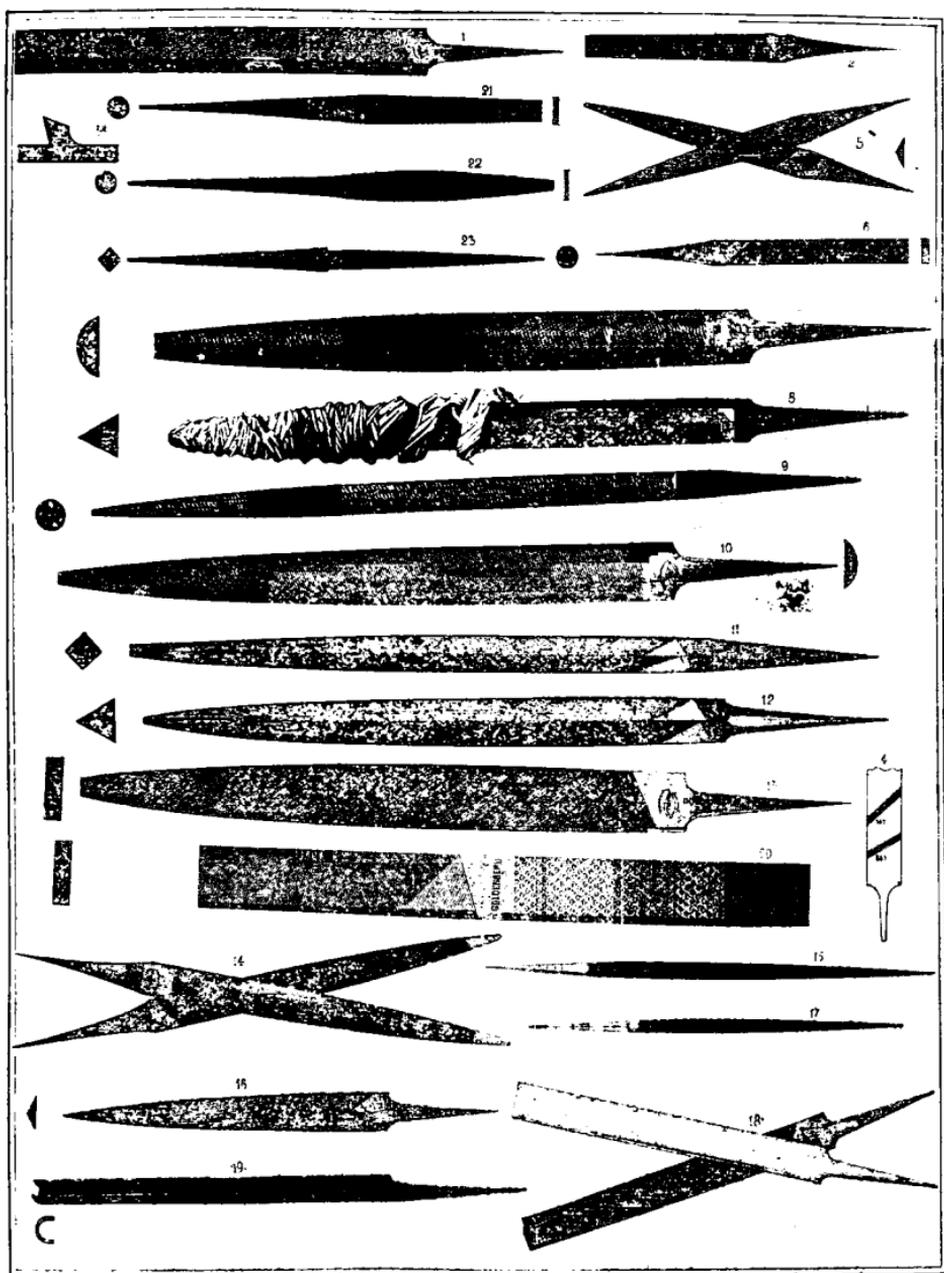
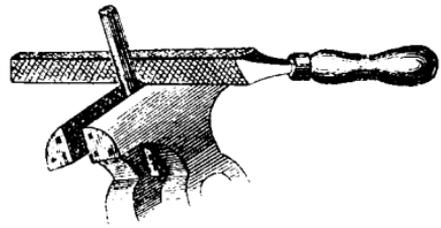

Рис. 33. Напилки.
Рис. 34.
Напилки бываютъ самой различной формы и величины и съ различной насѣчкой. Напилки съ самой крупной насѣчкой называются *драчевыми* (рис. 33, №№ 20—23). Они употребляются только для перваго, самаго грубаго опилованія металла. Драчевые напилки бываютъ иногда очень большіе и тяжелые, но для твоихъ цѣлей не нужно брать напилка длиннѣе 10 дюймовъ.
За драчевымъ напилкомъ идутъ напилки съ *средней насѣчкой*, длиною 6—8 дюймовъ (рис. 33, №№ 7—9). Они бываютъ различной формы: плоскіе, квадратные, полукруглые, круглые и трехгранные. На рисункѣ около каждого напилка показана форма его поперечнаго сѣченія. Для различныхъ работъ требуется то та, то другая форма напилка. У четырехгранныхъ напилковъ насѣчку дѣлаютъ иногда на всѣхъ четырехъ сторонахъ, а иногда только на трехъ. Если нужно опилить предметъ, зажатый стоя въ тискахъ, напилькомъ кладутъ гладкой стороной внизъ, такъ, чтобы онъ скользилъ этой стороной по тискамъ (рис. 34). Если же четвертая сторона напилка была бы также съ насѣчкой, она испортила бы губки тисковъ.
*Личные напилки* (рис. 33, №№ 10—13) бываютъ такихъ же формъ и такой же величины, какъ и напилки съ средней насѣчкой; они отличаются отъ среднихъ напилковъ только гораздо болѣе мелкой насѣчкой. Этими напилками сглаживаютъ поверхность металла послѣ того, какъ она опилена среднимъ напилкомъ. Затѣмъ, есть еще меньшіе, длиною до 5 дюймовъ, *шлифовые* напилки съ очень мелкой насѣчкой (рис. 33, №№ 14—16) и, наконецъ, *тонкошлифовые* напилки съ такой мелкой насѣчкой, что ее едва замѣтишь простымъ глазомъ (рис. 33, №№ 17—18 и 5—6). Этими напилками окончательно шлифуютъ металлическія издѣлія передъ тѣмъ, какъ собираются ихъ отполировать.